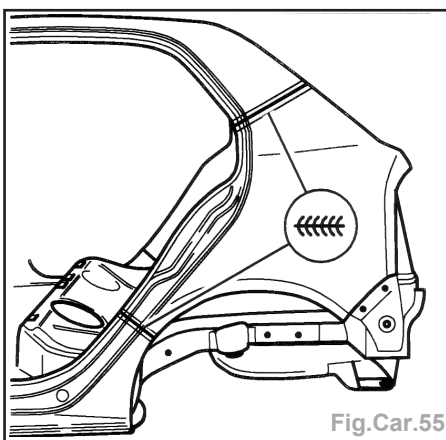

Fig.Car.55
- Souder les lignes de séparation par soudure pleine sous gaz protecteur (Fig.Car.55).